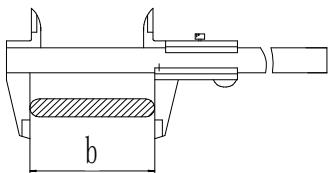

图 2 隔离开关触头测量示意图
4.1.1 确定需要测量隔离开关触指压力的触头接触面的宽度 b (用游标卡尺测量，见图 2);